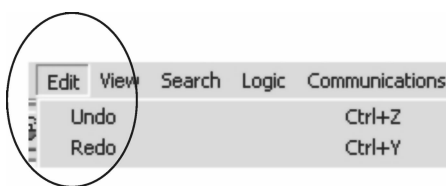

图 14-9 撤销命令
15. 拖拽新的 Step_001，注意线会随之一起被拖动，如图 14-9 所示。如果想要撤销拖拽并让它回到最初的位置，可以按 Ctrl + Z（撤销）。